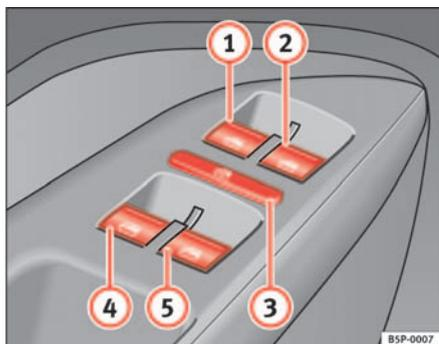

Fig. 70 Détail de la porte du conducteur : éléments de commande des glaces avant et arrière
Les touches ⇒ page 110, fig. 70 ① et ② disposent de deux positions pour l'ouverture des vitres et de deux autres pour leur fermeture. Il est ainsi plus simple de contrôler les processus d'ouverture et de fermeture.